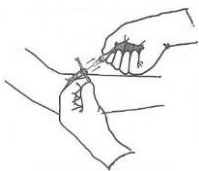

Figura 3
- Remova a agulha de punção do introdutor peel away. (Figura 3)